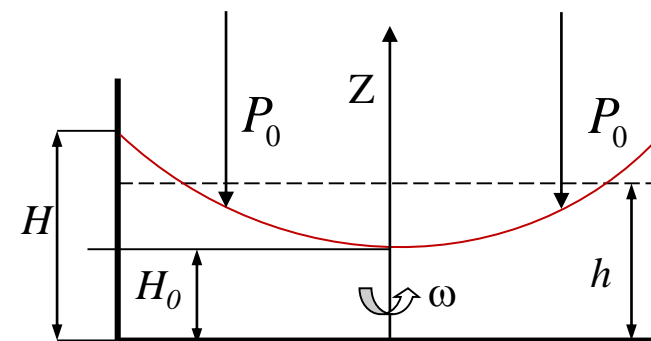

图2 绕轴旋转
5. 如图2，圆柱形容器及其内部的水做绕轴旋转，旋转角速度 ω 为常数。自由液面过坐标原点，且压强为 P_0 。试推导等压面方程。